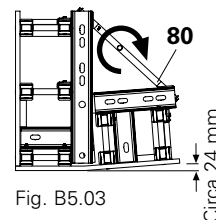

Fig. B5.03
Ruotare il mandrino (80) all'indietro. Si crea un gioco di disarmo di ca. 24 mm. (Fig. B5.03)